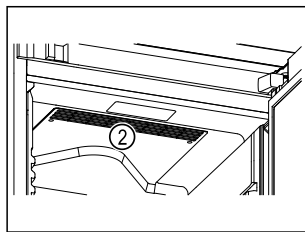

Fig. 62
- ❑ Pidä sisätilassa olevan kiertoilmapuhaltimen tuuletusraot Fig. 62 (2) vapaina.